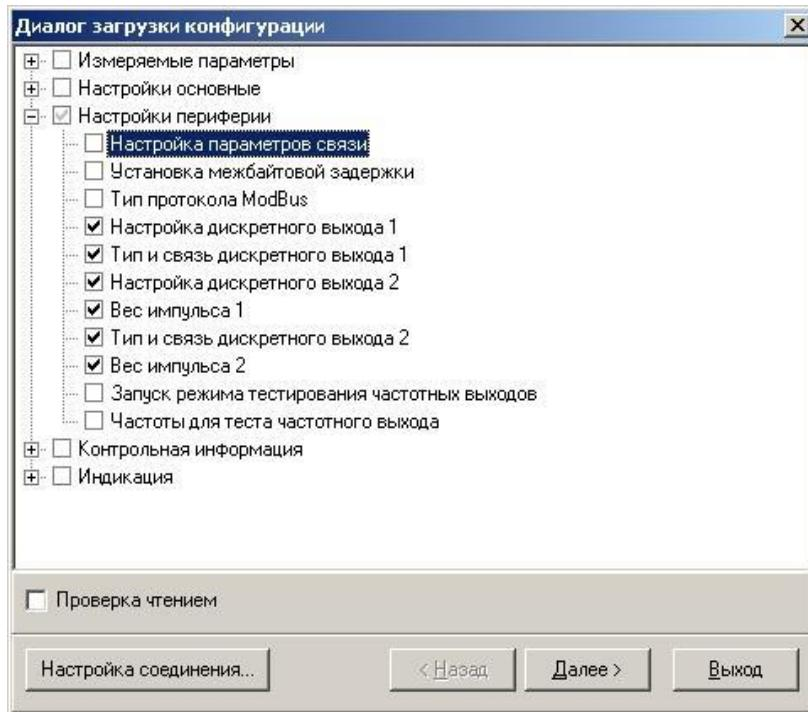

Рис.30. Окно «Диалог загрузки конфигурации»
- в открывшемся окне «Диалог загрузки конфигурации» выбрать набор параметров, которые будут загружены в прибор и нажать кнопку «Далее» (рис.30).